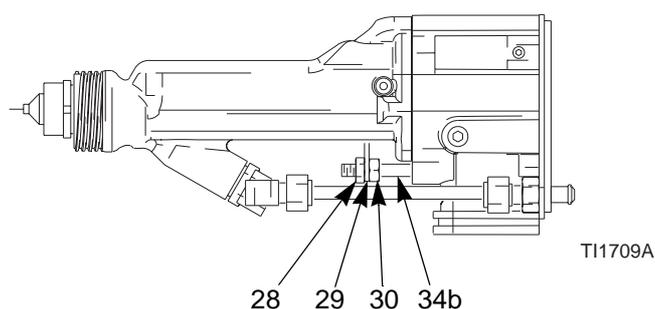

Fig. 25. Tige de commande
2. Démontez le chapeau d'air, page 34. Démontez le capotage (2).
3. Retirez l'écrou de blocage (28), la tige de commande (29) et l'écrou de réglage (30). Voir Fig. 25.
1. Monter l'écrou de réglage (30), la tige de commande (29) et l'écrou de blocage (28) sur la tige de piston (34b). À noter que l'écrou de blocage (28) est légèrement plus grand et plus mince que l'écrou de réglage (30). Voir Fig. 25, page 38.